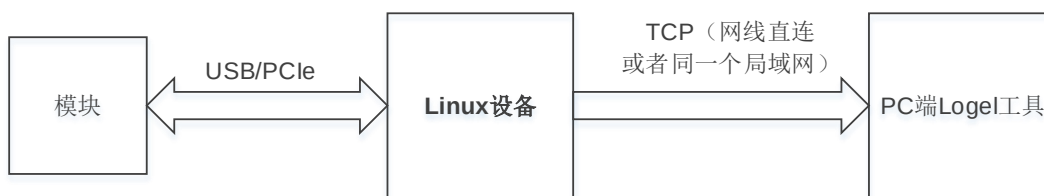

图 25: 设备结构
2. 模块可选择通过 USB 或者 PCIe 接口连接到用户 Linux 上位机，Linux 上位机再由网线或者同一个局域网与 PC 端的 Logel 创建 TCP 连接，具体硬件连接图见 图 25。